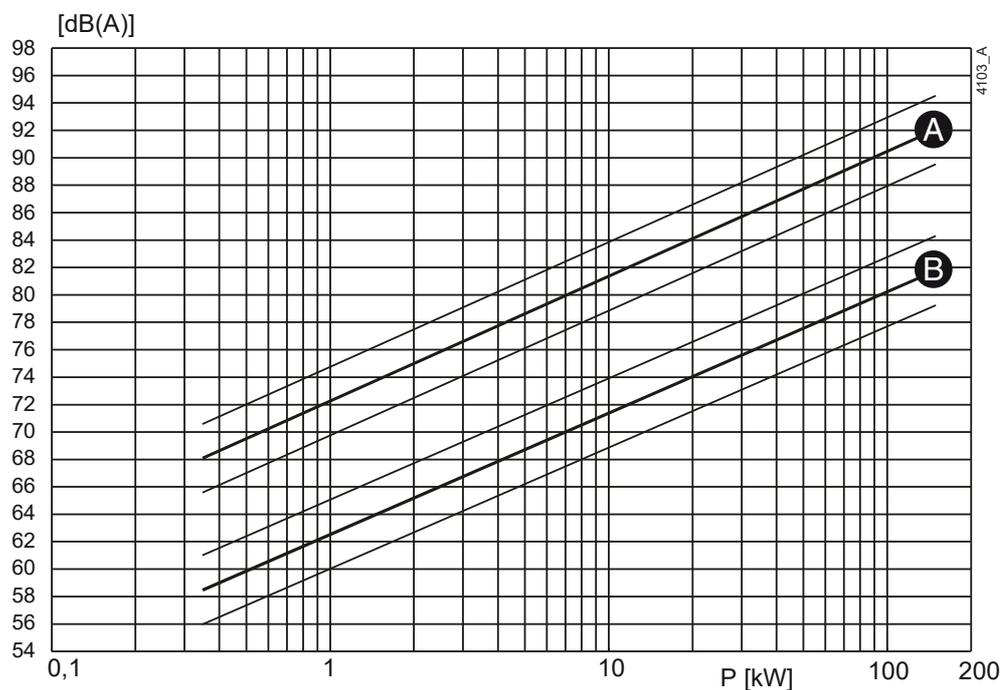
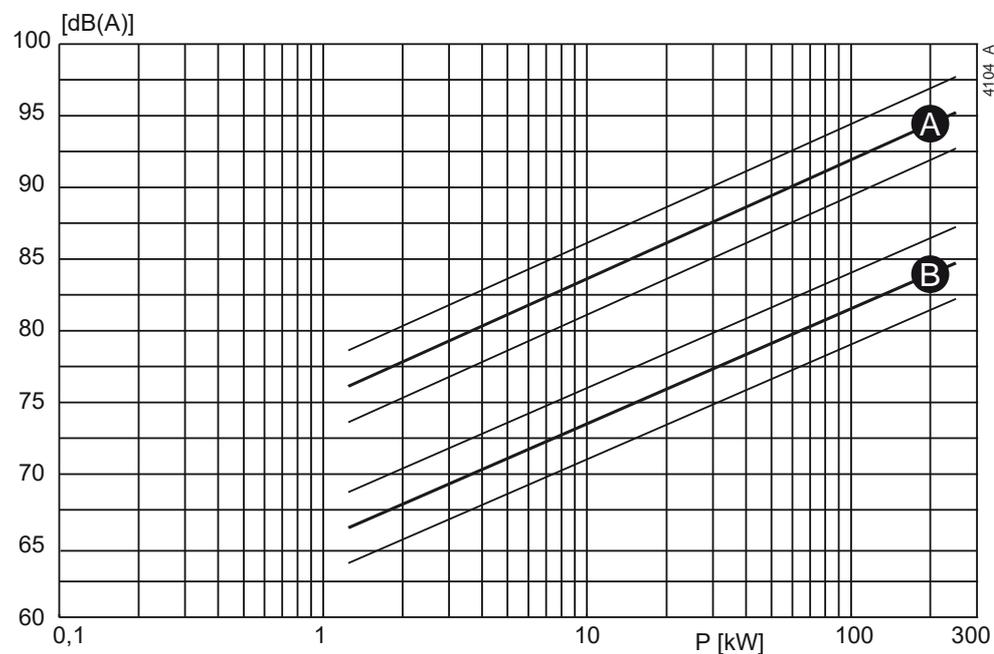

Abbildung 110: Schall als Funktion der Pumpenleistung [kW] bei  $1450 \text{ min}^{-1}$
Abbildung 111: Schall als Funktion der Pumpenleistung [kW] bei  $2900 \text{ min}^{-1}$
- 1 Um den Schallpegel ( $L_1$ ) der Pumpe zu bestimmen, siehe Abbildung 110 oder Abbildung 111.